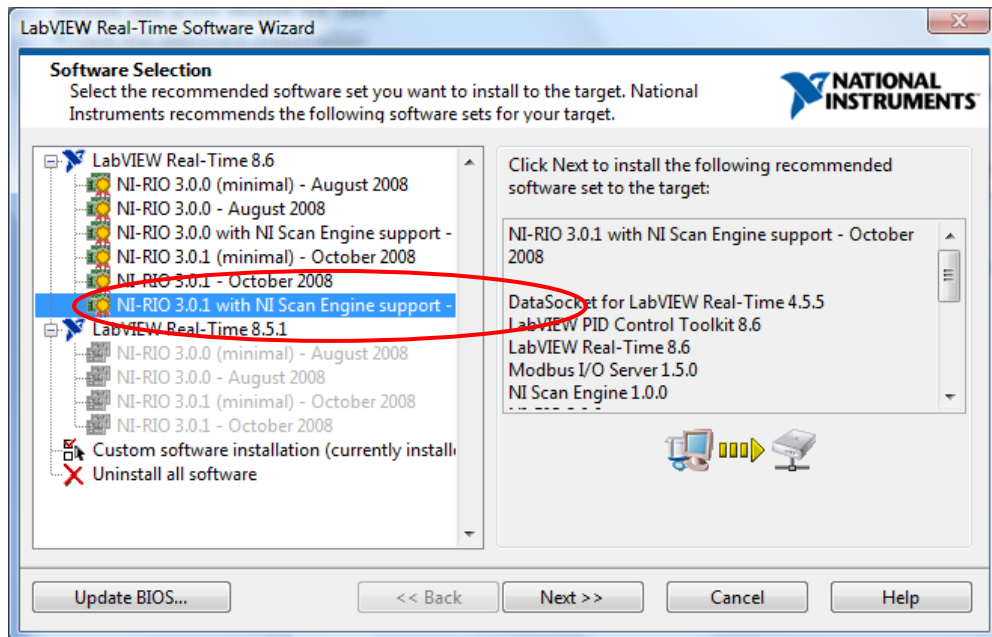

Ilustración 5. LabVIEW Real-Time Software Wizard
5.- En la pantalla aparece una ventana como la que se muestra en la ilustración 5, seleccionar *NI-RIO 3.0.1 with NI Scan Engine support* y después dar clic en *Next>>*.